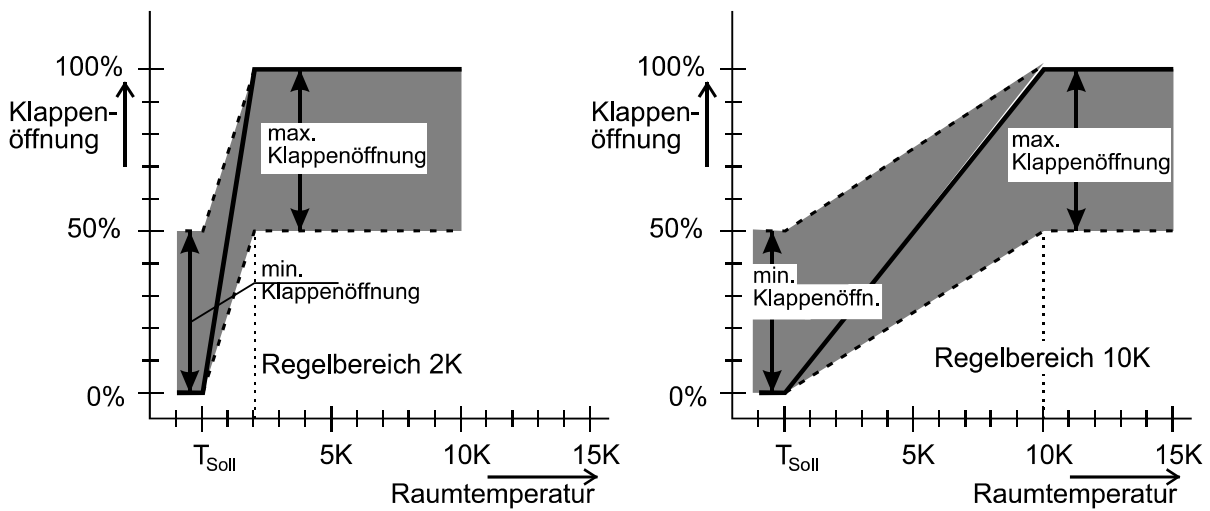

Bild 6: Klappenöffnungs - Kurve
- Bild 6: Klappenöffnungs - Kurve